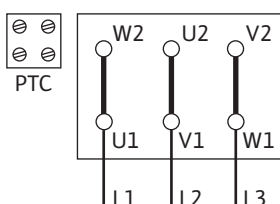

Fig. 14: Δ-kobling
- Nettilslutningen er afhængig af motoreffekten P2, netspændingen og tilkoblingstypen. Nødvendig tilkobling af forbindelsesbroerne i klemmeboksen fremgår af følgende tabeller samt Fig. 14, 15 og 16.